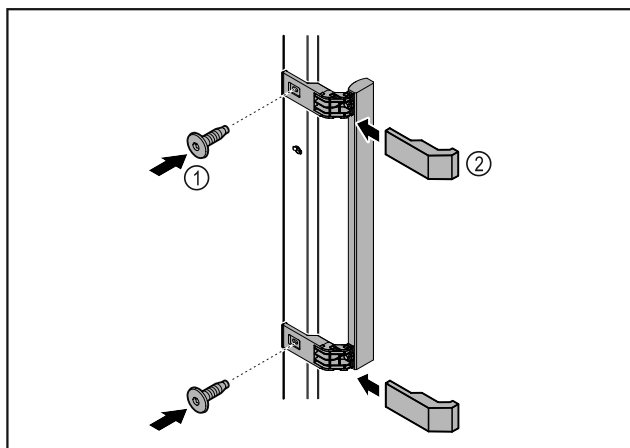

Fig. 6
- Pritvirtinkite rankeną iš priedų pridedamais varžtais Fig. 6 (1) prie durų.
- Uždėkite dengiamąją plokštelę Fig. 6 (2).